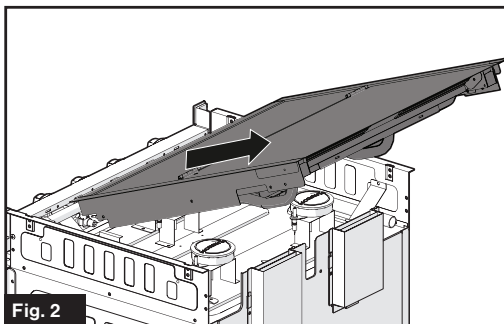

Fig. 2
3. Empuje hacia la parte posterior del horno y levante para retirar la tapa superior de vidrio del horno. (Fig. 2)